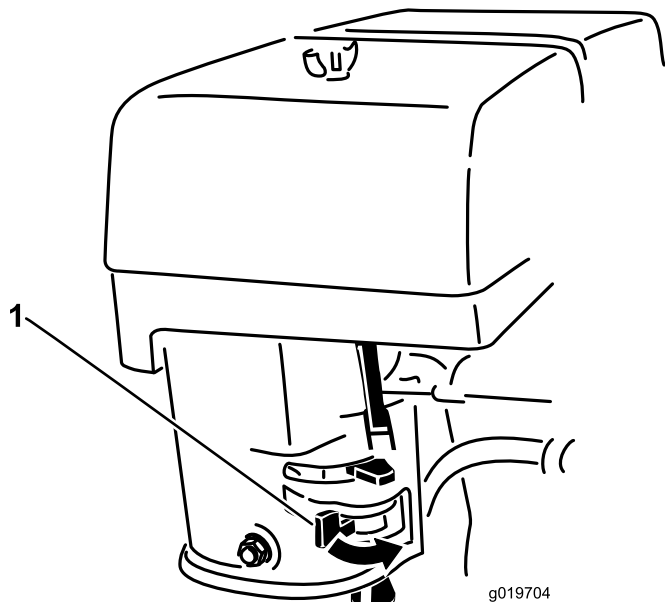

Figura 12
2. Mueva la palanca de combustible a la posición de Abierto (Figura 12).